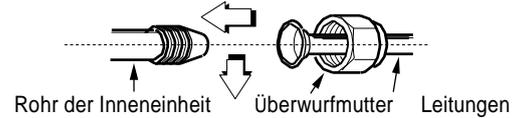

Abb. 58
- Ziehen Sie die Überwurfmutter per Hand ausreichend an und ziehen Sie dann mit einem Schraubenschlüssel und einem Drehmomentschlüssel fest wie in Abb. 58 & 59 gezeigt.